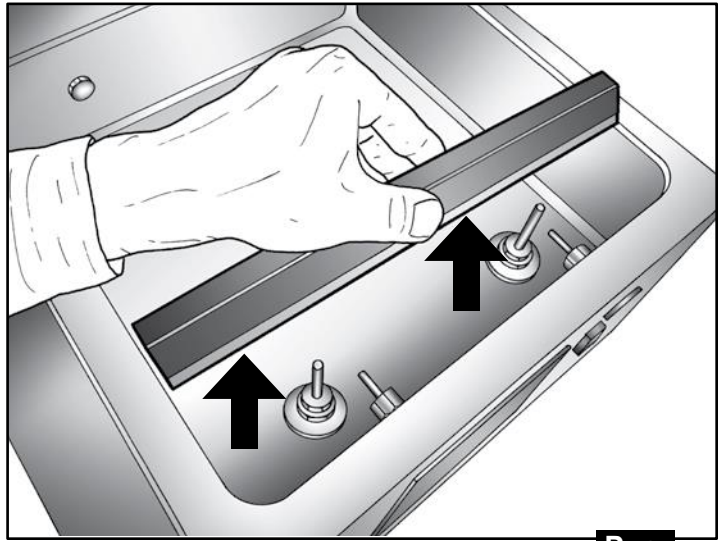

Рис. 1
- * Извлеките запаечную перекладину из вакуумной камеры, подняв ее горизонтально, держа за обе стороны (Рис. 1).
- 1) Извлеките запаечную перекладину из вакуумной камеры, подняв ее горизонтально, держа за обе стороны (Рис. 1).